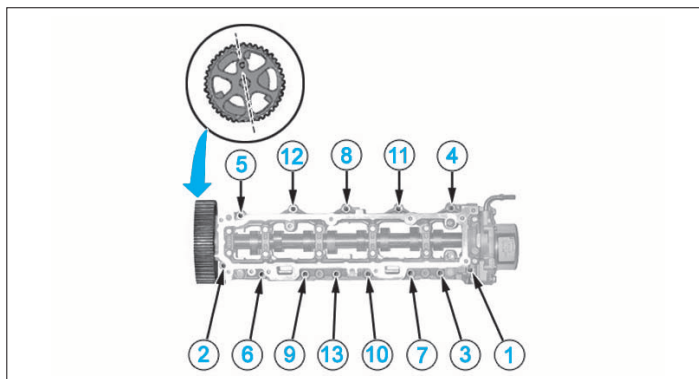

FIG. 60
- Amener l'arbre à cames à la position indiquée (Fig.60).
- Desserrer progressivement comme illustré (Fig.60), puis les déposer.